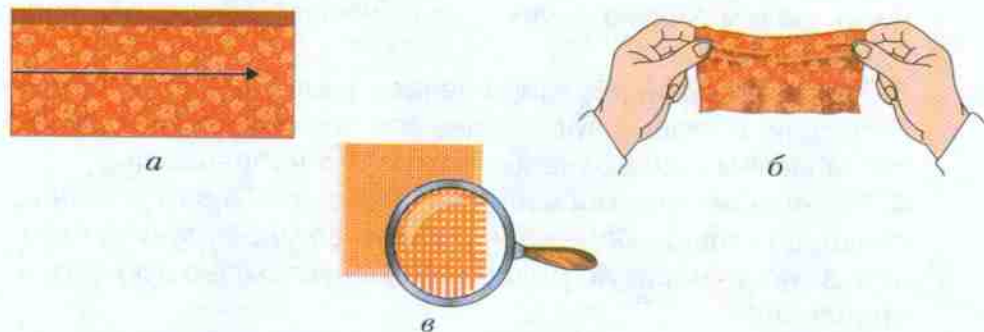

Рис. 45. Определение направления долевой нити: а – по кромке; б – по растяжению; в – по виду и прочности нитей
1. *По кромке:* долевые нити идут в направлении кромки (рис. 45, а).
2. *По растяжению:* долевые нити растягиваются меньше, чем поперечные (рис. 45, б).
3. *По виду и прочности нитей:* долевые нити гладкие и прочные, поперечные – пушистые и менее прочные (рис. 45, в).